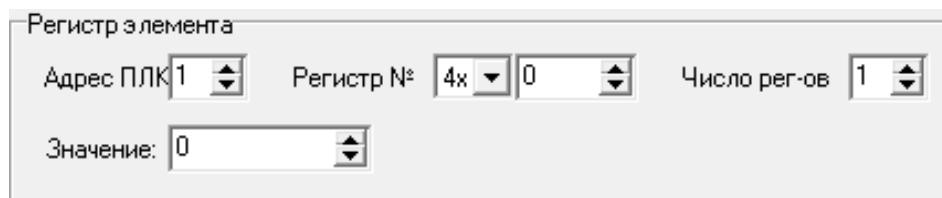

Рисунок 4.11 – Параметры ввода данных
12. При выборе позиции «Регистр» активируется группа полей «Регистр элемента», в которой следует задать параметры регистра ПЛК, значение которого будет задаваться при нажатии функциональной кнопки (см. рисунок 4.11).